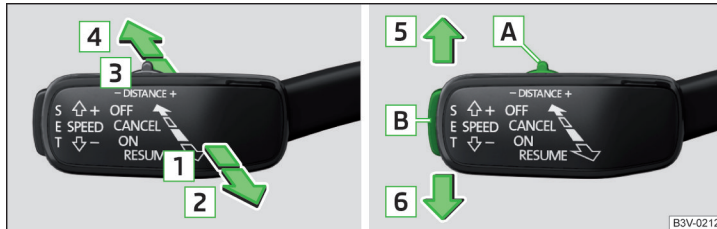

Abb. 300 Bedienelemente des Geschwindigkeitsbegrenzers
Übersicht der Bedienelemente des Geschwindigkeitsbegrenzers » Abb. 300
- ▶ Den ACC-Bedienungshebel in Stellung **ON** stellen » Abb. 300.